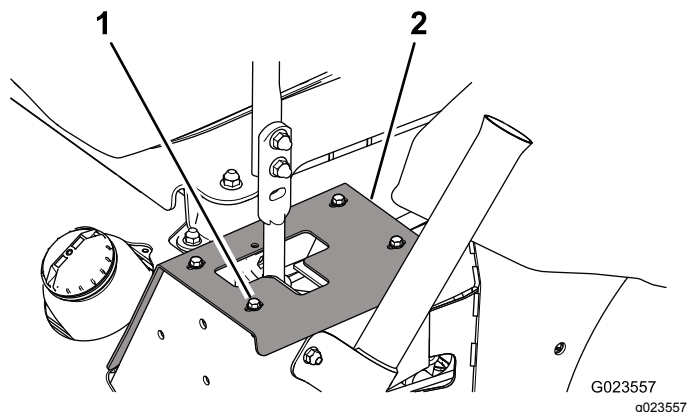

Figura 62
2. Para aceder aos parafusos de montagem do amortecedor, retire os parafusos que fixam as placas do batente à estrutura (Figura 62).